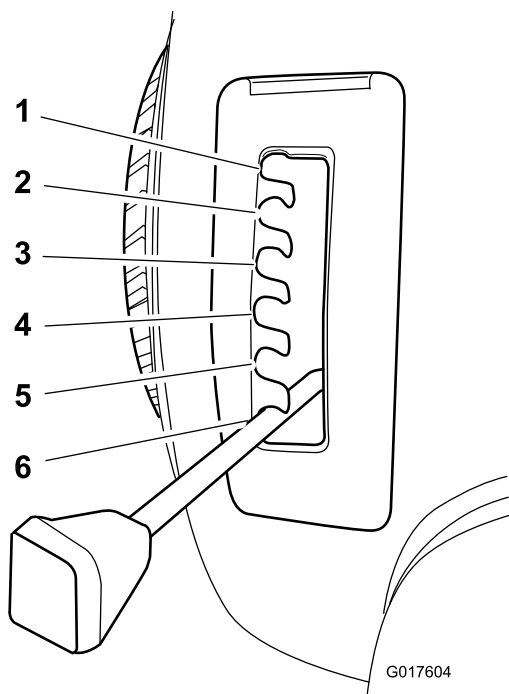

Figure 9
4. Tirez le levier de hauteur de coupe sur le tracteur et sélectionnez la position souhaitée (Figure 9).